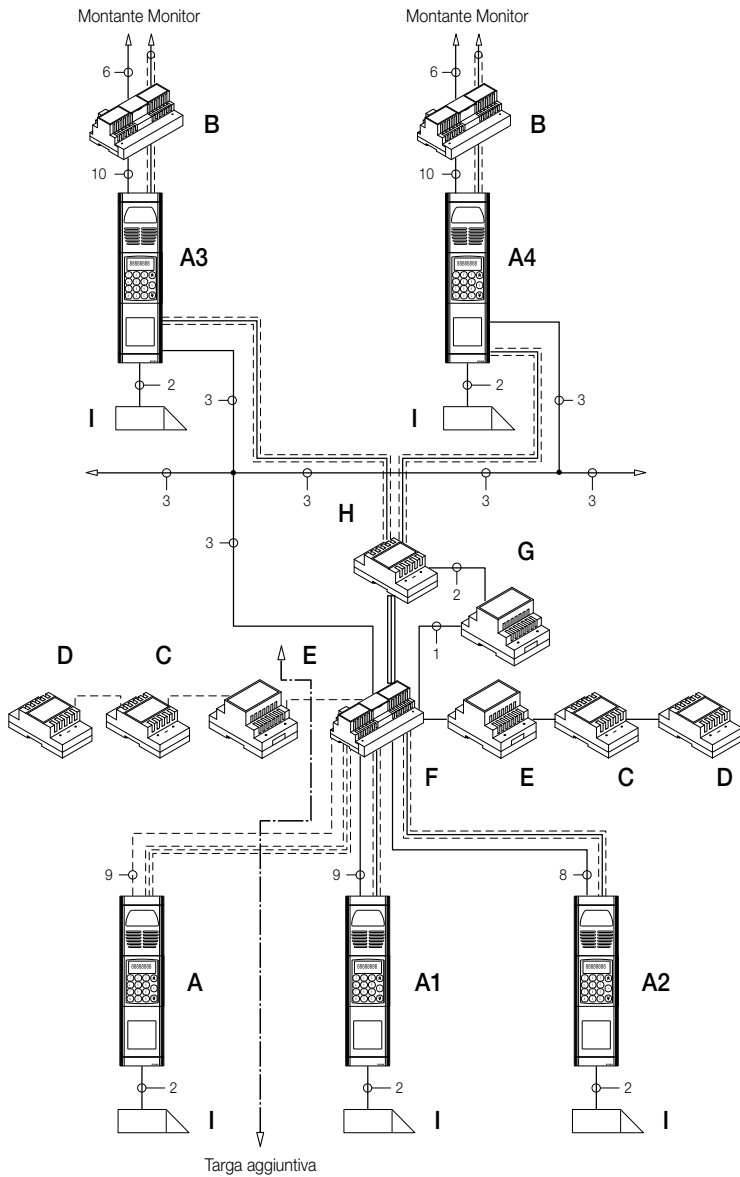

Figura 19 - Posto esterno multiplo e Targhe piè scala.
Negli schemi unifilari di figura 19 si nota la presenza di un singolo alimentatore da montante (B) negli impianti che utilizzano il singolo posto esterno (A), mentre nel caso in cui coesistano più sorgenti esterne di segnale audio-video (posti esterni con telecamera e fonia) è necessario inserire ulteriori moduli supplementari:
- relè di commutazione video (D);
- alimentatori supplementari (F);
- distributori video (H)